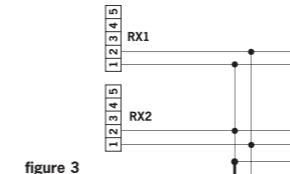
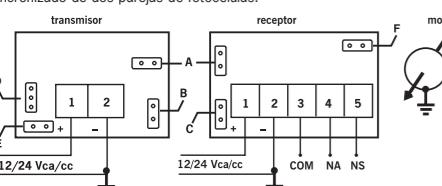

figure 3
figura 2
b. Pour obtenir le fonctionnement synchronisé, il faut alimenter les dispositifs comme indiqué en figure 3, avec une tension alternative 12/24 V, en faisant attention aux branchedes et en déplaçant le pontet sur l'émetteur en position "synchronisé" (voir figura 2 punto D).